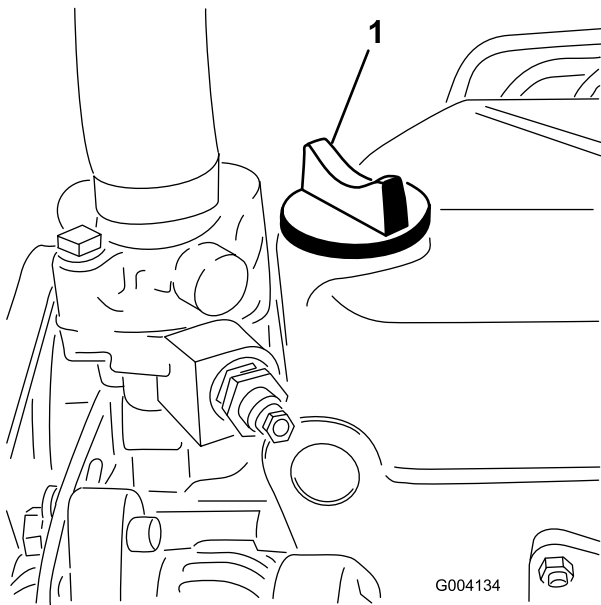

图20
5. 如果油位低于“已满”标记，应取下加油盖（图20），添加机油，直至油位达到量油尺上的“已满”标记。